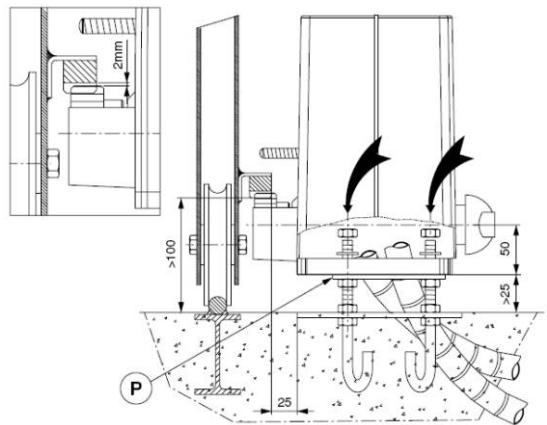
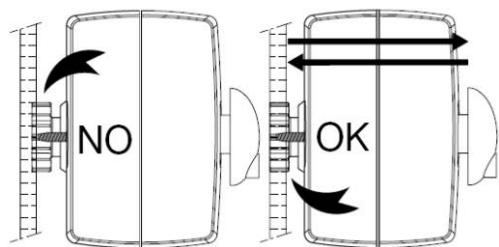

рис.14
рис.18
Подождите, пока бетон затвердеет, затем закрепите редуктор на пластине с помощью приложенных гаек и винтов как указано на рис.14:
- Установите две верхних пластины Р (рис. 14) и закрутите 4 блокировочных гайки моторедуктора.
- Если движение створки не прямолинейно, отцентруйте крепежи линейки по отношению к звездочке вставками (рис. 18).
Отрегулируйте высоту моторедуктора так, чтобы образовался зазор приблизительно 2 мм между звездочкой и линейкой (рис. 14). Для этого отвинтите приблизительно по 2 мм четырех гаек M10 под моторедуктором и, затем зафиксируйте 4 верхних гайки. Убедитесь в параллельности и центровке звездочки- линейка (рис. 18).